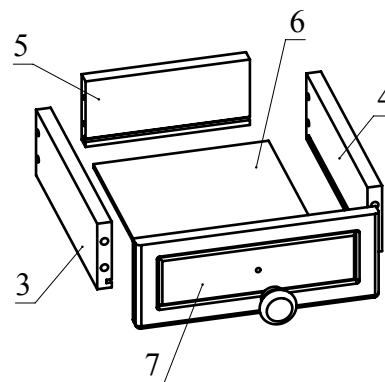

Рис.6
6. Соберите ящики. Для этого необходимо соединить детали 3, 4 с деталью 5 с помощью конфирматов. Затем вставить деталь 6 в пазы деталей 3, 4, 5. Установить деталь 7 на детали 3, 4 и зафиксировать, повернув головки минификсов по часовой стрелке до упора (Рис. 6).